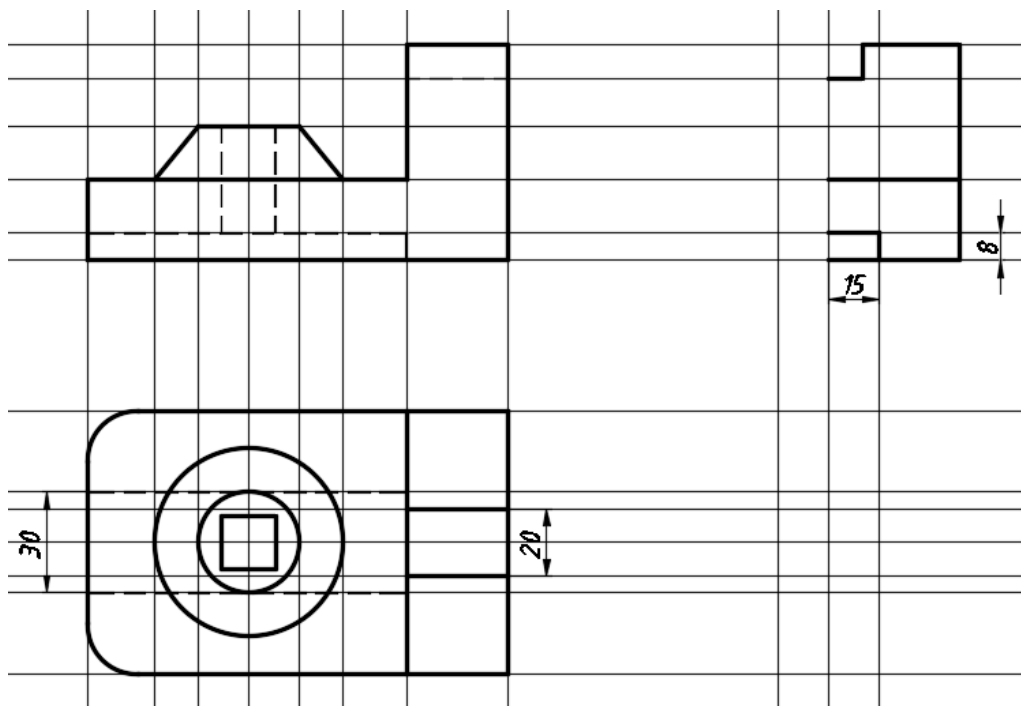

Рис. 4.7
9. Выполнить необходимые вспомогательные построения для внутренних контуров детали и затем вычертить их на слое **Невидимый** командой **ОТРЕЗОК** на виде спереди и на виде сверху, (рис. 4.7).
10. Вычертить командой **ПОЛИЛИНИЯ** видимые контуры пазов на виде сверху и на виде слева на слое **Контур** (рис. 4.7).